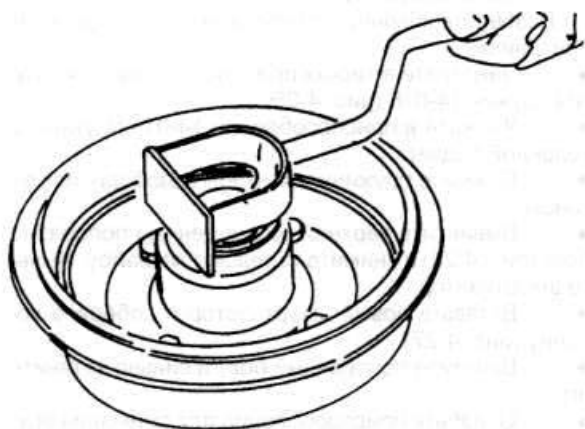

**Рис. 4.19**
- ◆ Отвинтите центральную гайку крепления ступицы (рис. 4.19).